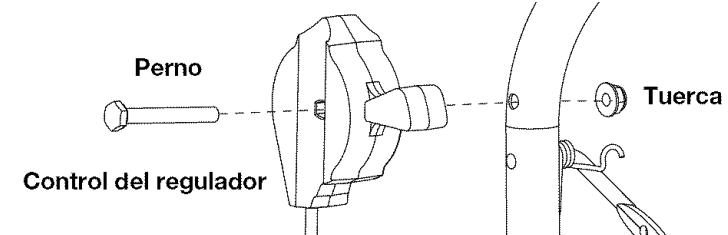

Fig. 4
- Quite la tuerca y el perno del control del regulador (Fig. 4).
- Inserte la tuerca a través de agujero y enrosque con la mano la contratuercra (Fig. 4).